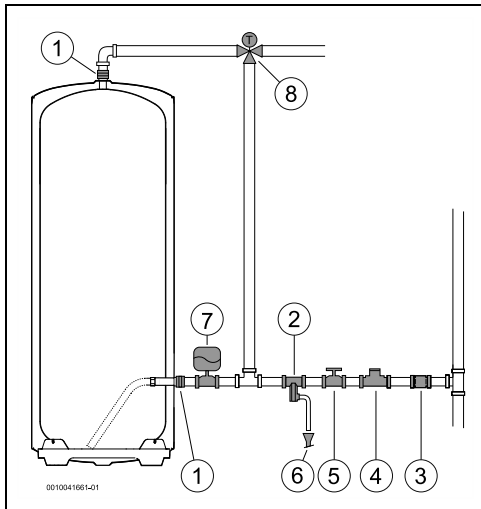

Fig. 14 Ligação de água (300)
- ▶ instalar uma válvula redutora (Fig. 14, [4]). A válvula de segurança vai atuar sempre que a pressão da água no aparelho for superior a 8 bar (± 1 bar), pelo que é necessário prever uma forma de canalizar o escoamento dessa água.
- ▶ instalar um vaso de expansão (Fig. 14, [7]) para evitar que a abertura da válvula de segurança seja tão frequente. O volume do vaso de expansão deve ser o equivalente a 5% do volume do aparelho.